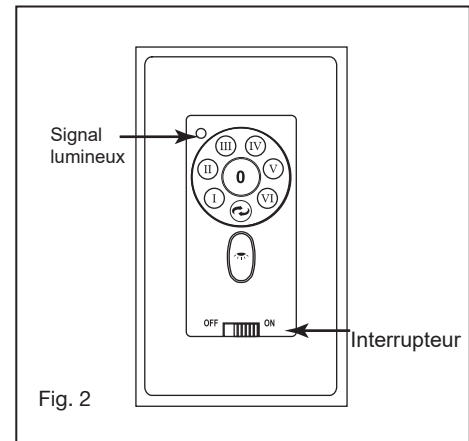

Fig. 2
- 2 Connectez la fiche à 2 fils du ventilateur à la fiche à 2 fils de LED Assembly. Assurez-vous que les bouchons s'emboîtent complètement. (Fig.2)
- 4 Installez l'émetteur mural sur la boîte murale existante à l'aide des vis fournies. Fixez la plaque murale avec les vis de montage pour terminer l'installation. (Fig.2)
- 7 Signal lumineux (Fig.2)6